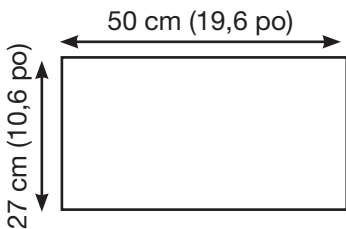

Figure 1A
- Mesurez et coupez l'ouverture au bas de l'armoire pour adapter le moteur de la hotte (voir figure 1A, 1B ou 1C).